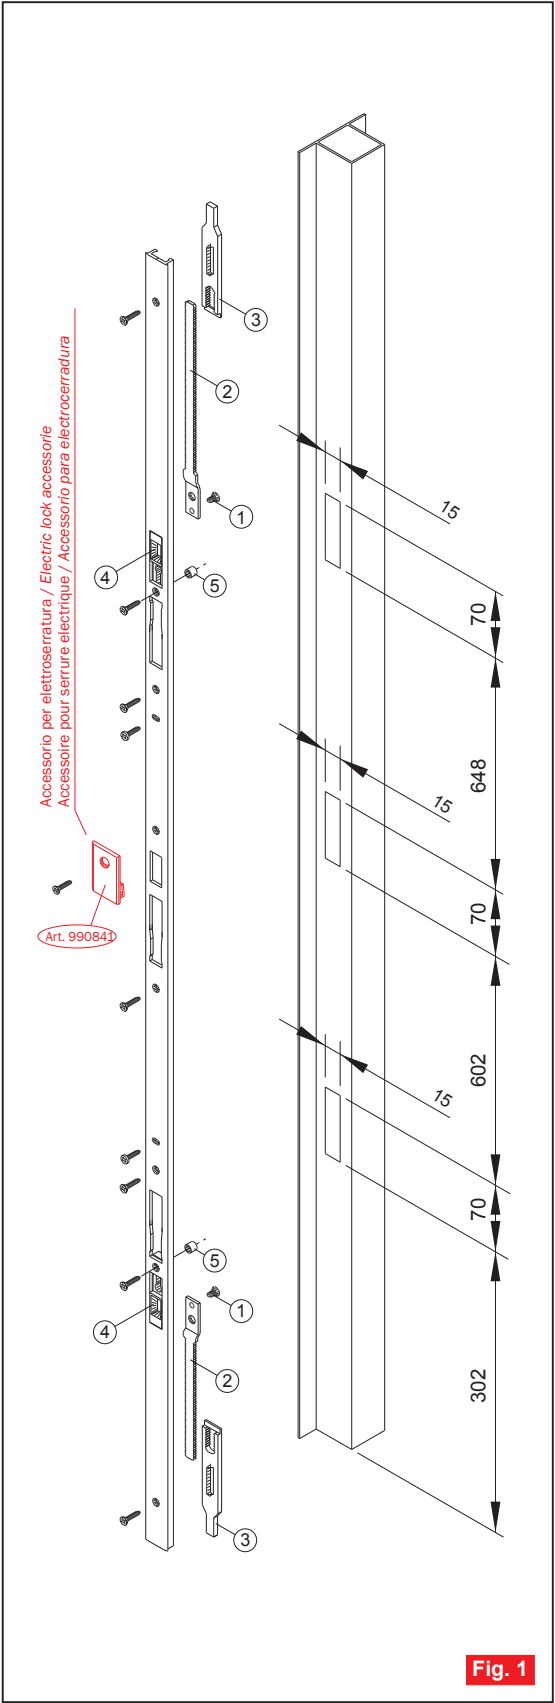

Fig. 1
- e) Remove screw (1) and extract the notched rod (2) with rod end (3) from the forend plate Fig.1
- a) Eviduez sur le profil les rainures pour les verrous de la serrure Fig.1 en tenant compte que les cotes indiquées correspondent à une position de l'axe du cylindre de 965 mm à partir de la base du profil. Si l'on a respecté cette cote pendant le montage de la serrure il n'est pas nécessaire d'effectuer le rasage inférieur de la gâche. Dans le cas contraire, on doit soustraire de la cote 302 mm, c'est-à-dire la différence entre les 965 mm et la cote de l'axe du cylindre.
- e) Enlevez de la tête la vis (1) et la tige crantée (2) avec l'embout (3) Fig.1
- a) Realizar en la sección los canales para el paso de los pestillos de la cerradura Fig.1 considerando que las medidas señaladas corresponden a una posición del eje del cilindro de la cerradura de 965 mm desde la base de la sección. Si tal dato ha sido mantenido durante el montaje de la cerradura no es necesario efectuar la limadura inferior de los cerraderos posterior. En caso contrario restar al dato 302 mm la diferencia entre los 965 mm y la medida efectiva del eje del cilindro.
- e) Quitar los tornillos (1) y extraer la varilla dentada (2) con el puntal (3) del frontal Fig.1